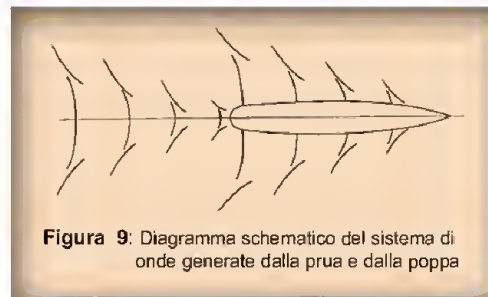

Figura 9: Diagramma schematico del sistema di onde generate dalla prua e dalla poppa
- 3) La nave crea un treno di onde alla superficie (Figura 9) e le particelle di acqua possono avere una velocità verso prora o verso poppa a seconda che si trovino sulla cresta o sul cavo dell'onda. Questa velocità orbitale si sommerà alla scia con un contributo che potrà essere positivo o negativo.